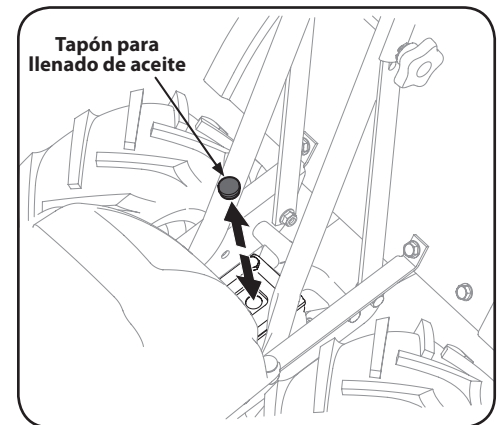

Figura 4-2
3. Limpie el área alrededor del tapón de llenado de aceite. Vea la Figura 4-2.
4. Saque el tapón de llenado de aceite del alojamiento de la transmisión y mire adentro del orificio de llenado para ubicar el eje de la transmisión principal situado debajo del orificio. Vea la Figura 4-2.